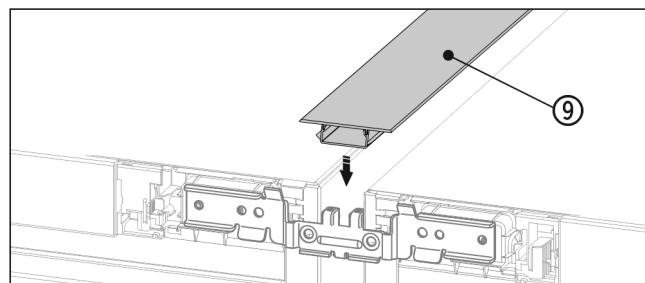

Fig. 20
- ▶ Na zgornji stranki potisnite kratko zaključno letv Fig. 20 (9) v vodoravno režo.